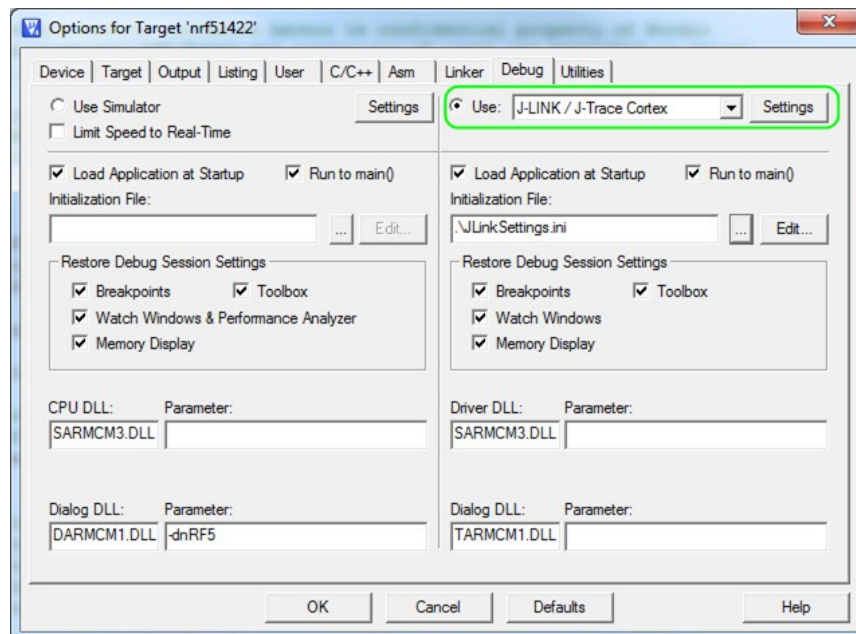

Figure 36 Selecting JLink debugger in Keil
3. 在 **Debug** 标签下的 Use 列表中, 选择 **J-LINK / J-Trace Cortex** 选项, 如图 **Figure 36**.
4. 点击 **Settings**, 如图 **Figure 36**. SEGGER Control Panel 和 Keil TargetDriver Setup 两个界面将会打开。